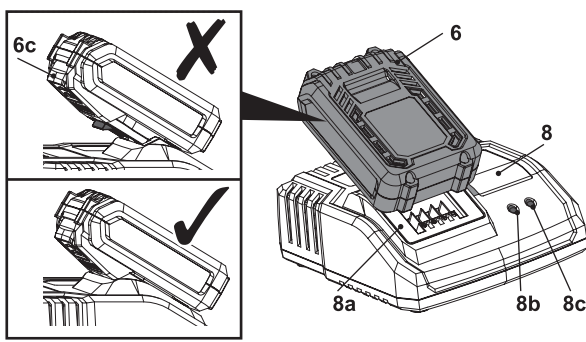

Rys. 4
Akumulator litowo-jonowy (6) jest wyposażony w cztery wskaźniki poziomu naładowania (6a). Aby sprawdzić poziom naładowania akumulatora (rys. 4), należy nacisnąć przycisk zasilania (6b).